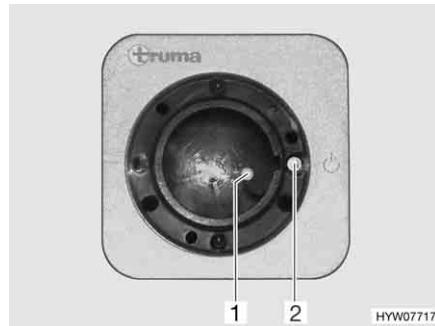
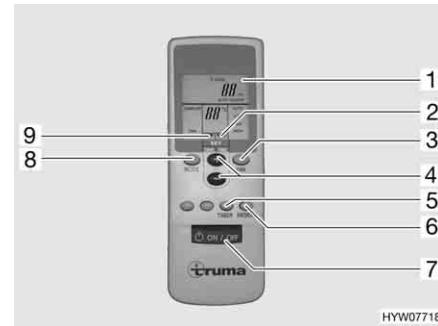

Fig. 136 Ricevitore
Fig. 137 Telecomando
- Accendere il telecomando con l'interruttore (Fig. 137,7). La spia verde di controllo (Fig. 136,1) indica la modalità di raffreddamento.
- Impostare la modalità di funzionamento desiderata con il tasto (Fig. 137,8).
- In caso di necessità, impostare con i tasti (Fig. 137,3 e 4) la potenza della ventola desiderata e la temperatura dell'ambiente. La freccia (Fig. 137,9) indica la modalità di regolazione selezionata.
- ▷ Sul ricevitore si trova un ulteriore interruttore a tasto (Fig. 136,2) con il quale è possibile spegnere e accendere l'impianto di climatizzazione anche senza il telecomando. Quando l'impianto di climatizzazione viene acceso mediante questo interruttore a tasto, viene selezionata automaticamente l'ultima modalità di funzionamento impostata con il telecomando.
- Per spegnere, premere nuovamente il tasto (Fig. 137,7) al telecomando.
- Per programmare l'impianto di climatizzazione, accendere con il tasto (Fig. 137,7) sul telecomando.
- Con i tasti (Fig. 137,8, 3 e 4), impostare la modalità di funzionamento e la temperatura dell'ambiente desiderate.
- Selezionare la funzione desiderata (Fig. 137,1) con il tasto (Fig. 137,5):
- Selezionare il tempo di commutazione desiderato (da 1 a 15 ore) con il tasto (Fig. 137,4). La freccia (Fig. 137,2) lampeggi e indica la modalità di regolazione.
- ▷ Con il tasto (Fig. 137,6) le impostazioni del telecomando vengono ripetutamente inviate al ricevitore.